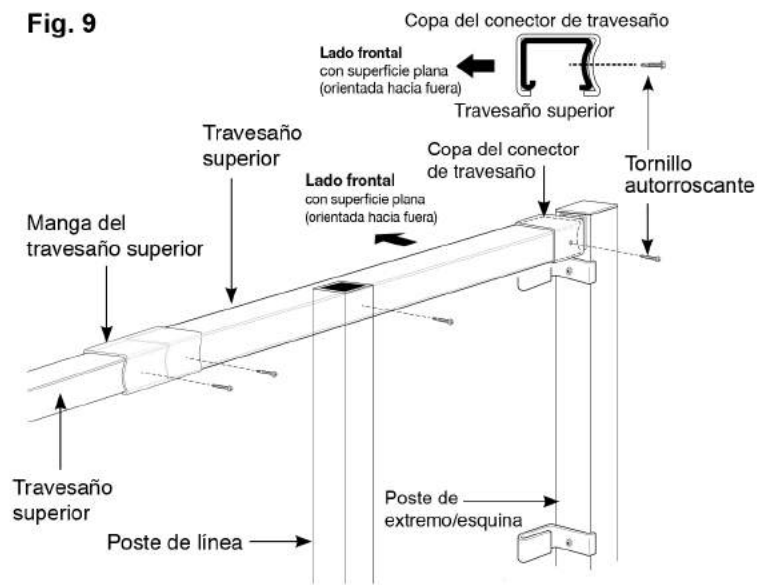

Fig. 10 Medición de la longitud apropiada
- Mida la última sección de travesaño superior desde la manga de travesaño (3 pulgadas hacia dentro) hasta la parte trasera de la copa del conector de travesaño (Fig. 10).